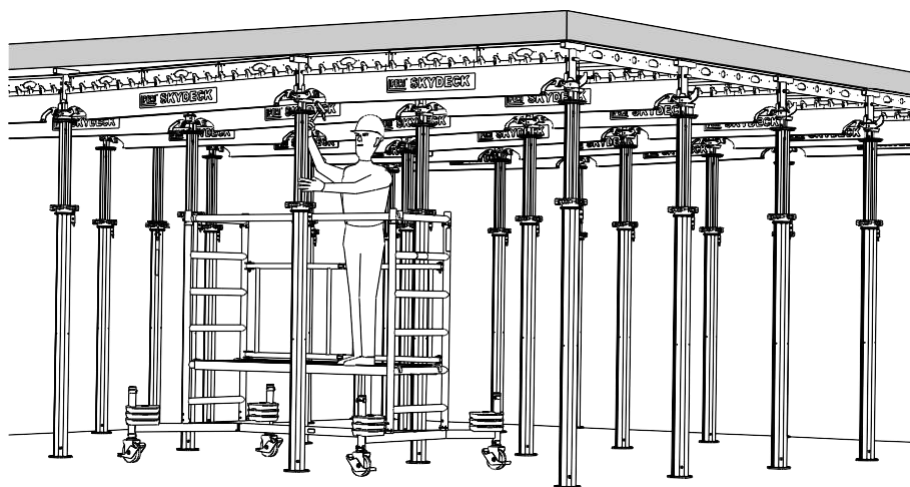

Fig. A12.01
- Между панела и долната страна на плочата има фуга около 6 cm. (Fig. A12.01)